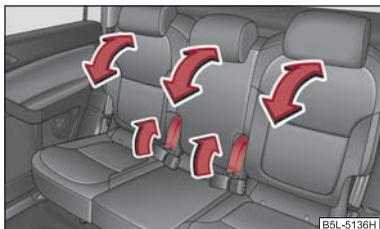

Fig. 63 Regolazione dello schienale
- Tirare la leva ⇒ fig. 63 e regolare l'inclinazione desiderata dello schienale. ■
- Tirare le leve ⇒ fig. 63 e ribaltare lo schienale dei sedili posteriori esterni fino a toccare il sedile.
- Ribaltare in avanti lo schienale centrale dei sedili, quindi tirare nuovamente la leva ⇒ fig. 63 e premere verso il basso lo schienale dei sedili finché non si aggancia nella posizione più bassa.